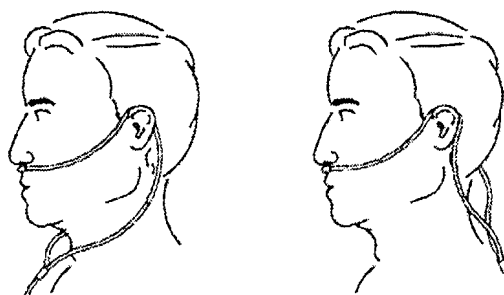

ABBILDUNG 5.1 Platzierung der Kanüle
HINWEIS:Nähere Angaben zu diesem Verfahren finden Sie unter ABBILDUNG 5.1.
- Platzieren Sie die Kanüle über Ihre Ohren und führen Sie die Stifte in ihre Nase ein, wie von Ihrem Arzt oder dem Kanülenhersteller angewiesen. Siehe ABBILDUNG 5.1.